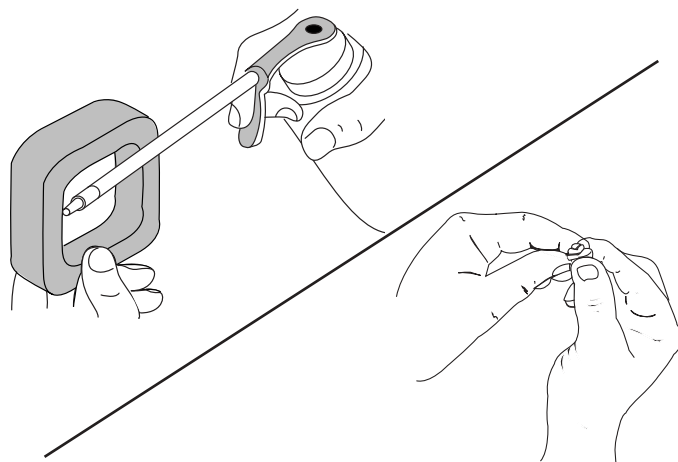

Fig. 22
4. Appliquez une quantité suffisante d'huile moteur propre SAE 30 pour enduire légèrement le filtre (Fig. 22).
5. Pressez le filtre pour répandre et drainer l'excédent d'huile (Fig. 22).